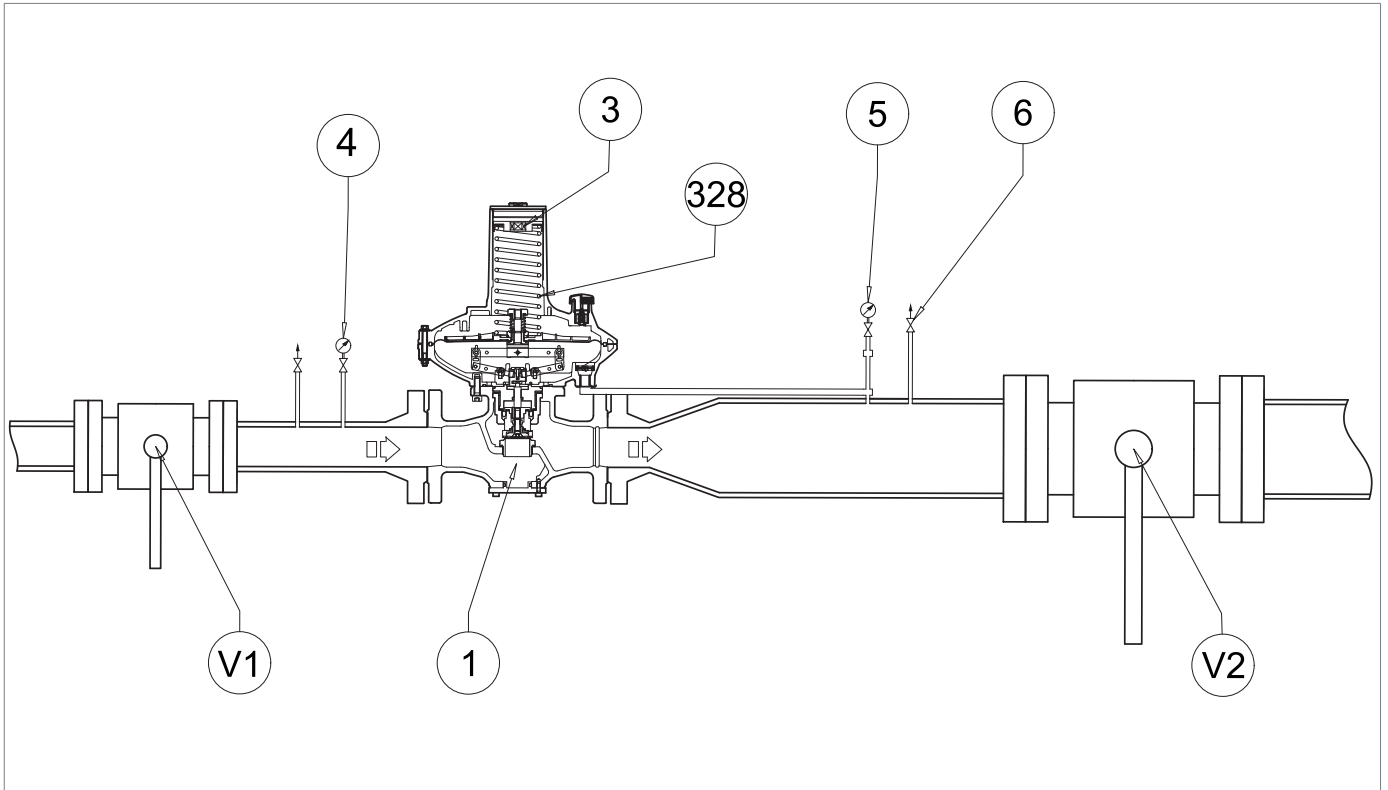
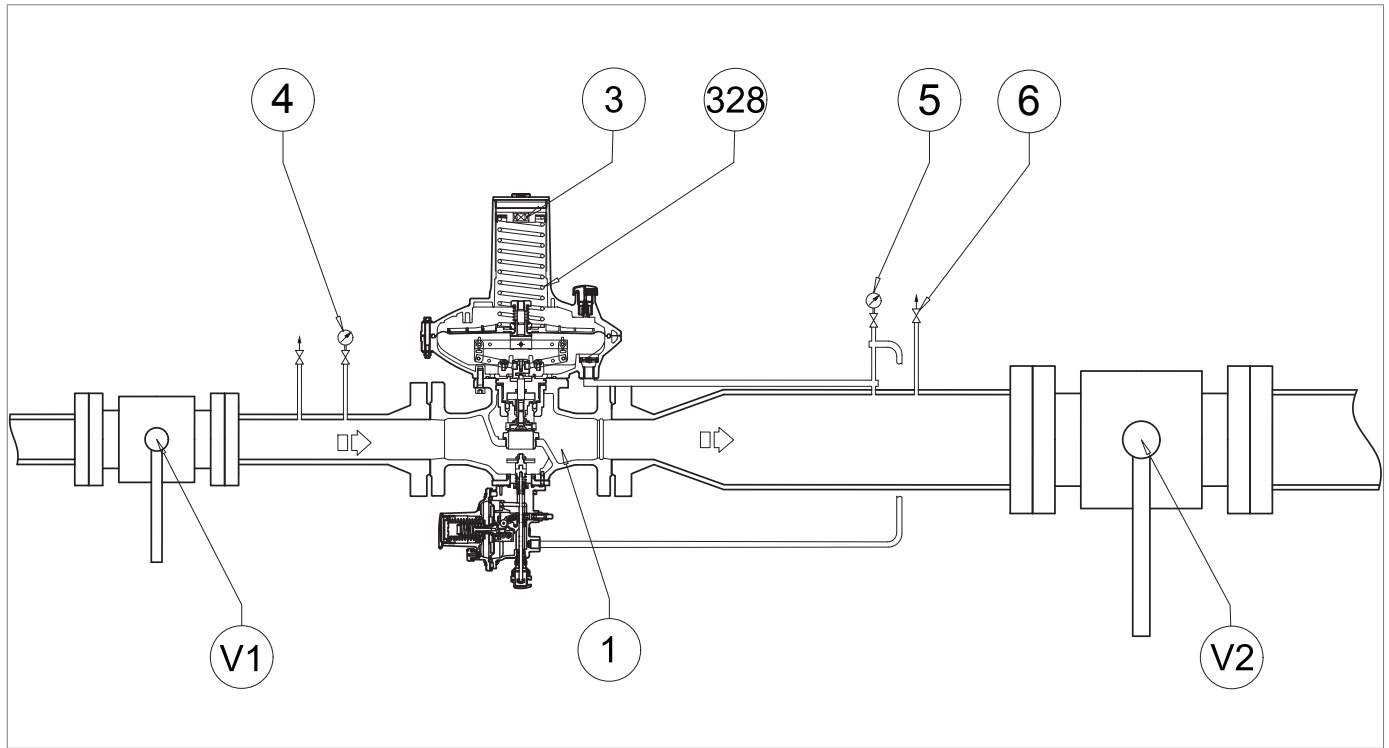
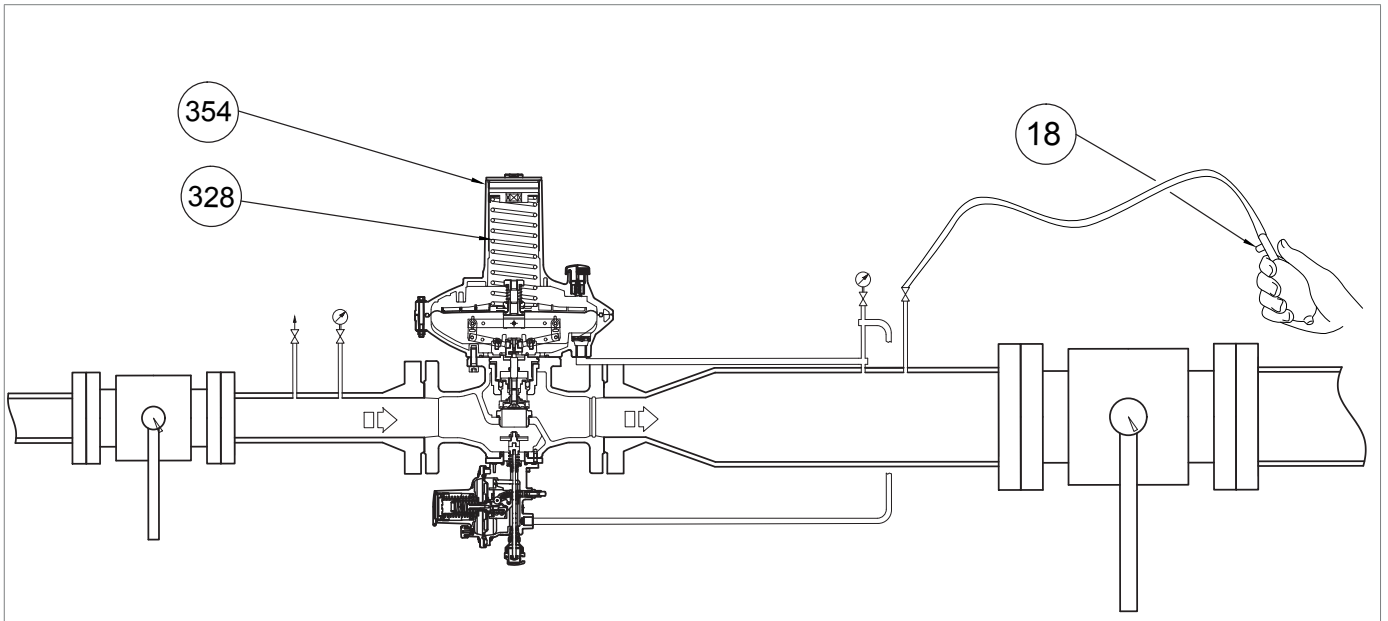

Fig. 8.16. Puesta en marcha del regulador DIVAL 600
Fig. 8.19. Puesta en marcha del regulador DIVAL 600 con válvula de bloqueo LA
Fig. 8.21. Presurización con fuente externa para válvula de bloqueo incorporada LA
Aumente la presión aguas abajo hasta el valor de intervención de la válvula de bloqueo, conectando una fuente de presión externa al grifo de descarga (fig. 8.16, ref. 6) situado en la tubería aguas abajo, asegurándose de abrir un grifo de descarga adicional (fig. 8.21, ref. 18).
1	<div style="border: 1px solid black; padding: 5px; margin-bottom: 5px;">  ¡AVISO! </div> Compruebe la presión consultando el manómetro aguas abajo (fig. 8.16, ref. 5). Si la válvula de bloqueo: <ul style="list-style-type: none"> • se dispara antes del valor de presión previsto: enrosque (en el sentido de las agujas del reloj) la tuerca de ajuste (13) para comprimir más el muelle (11); • no se dispara con el valor de presión previsto: desenrosque (en sentido contrario a las agujas del reloj) la tuerca de ajuste (13), para aliviar el muelle (11).
3	Cierre el grifo de descarga adicional (fig. 8.21, ref. 18).
3	Si es necesario, retire el tapón de cierre (fig. 8.21, ref. 354) junto con la tuerca de ajuste y retire el muelle de regulación (fig. 8.21, ref. 328). ¡AVISO! Compruebe el valor de la presión de intervención de la válvula de bloqueo indicada por el manómetro de aguas abajo (fig. 8.19, ref. 5).
5	Después de comprobar que la válvula de bloqueo funciona con el valor preestablecido, actúe como sigue: <ol style="list-style-type: none"> 1. Cierre el grifo de ventilación (fig. 8.16, ref. 6) 2. Coloque el muelle de regulación (fig. 8.21, ref. 328), el tapón de cierre (fig. 8.21, ref. 354), la tuerca de regulación (fig. 8.16, ref. 3) 3. Abra lentamente la válvula de cierre aguas arriba (V1) hasta que el valor de la presión aguas abajo (Pd) alcance el valor de calibración del regulador, tomando como referencia el manómetro aguas abajo (fig. 8.16, ref. 5) 4. Cierre la válvula de cierre aguas arriba (V1) 5. Abra lentamente y parcialmente el grifo de ventilación (fig. 8.16, ref. 6) para disminuir la presión aguas abajo consultando al manómetro aguas abajo (fig. 8.16, ref. 5) hasta que se alcance el valor de disparo por presión mínima 6. Compruebe la correcta calibración del muelle de presión mínima, repitiendo los pasos 2-3-4 al menos tres veces 7. Realice la calibración del regulador principal, consultando el apartado “8.5 - Procedimiento de puesta en marcha del regulador”